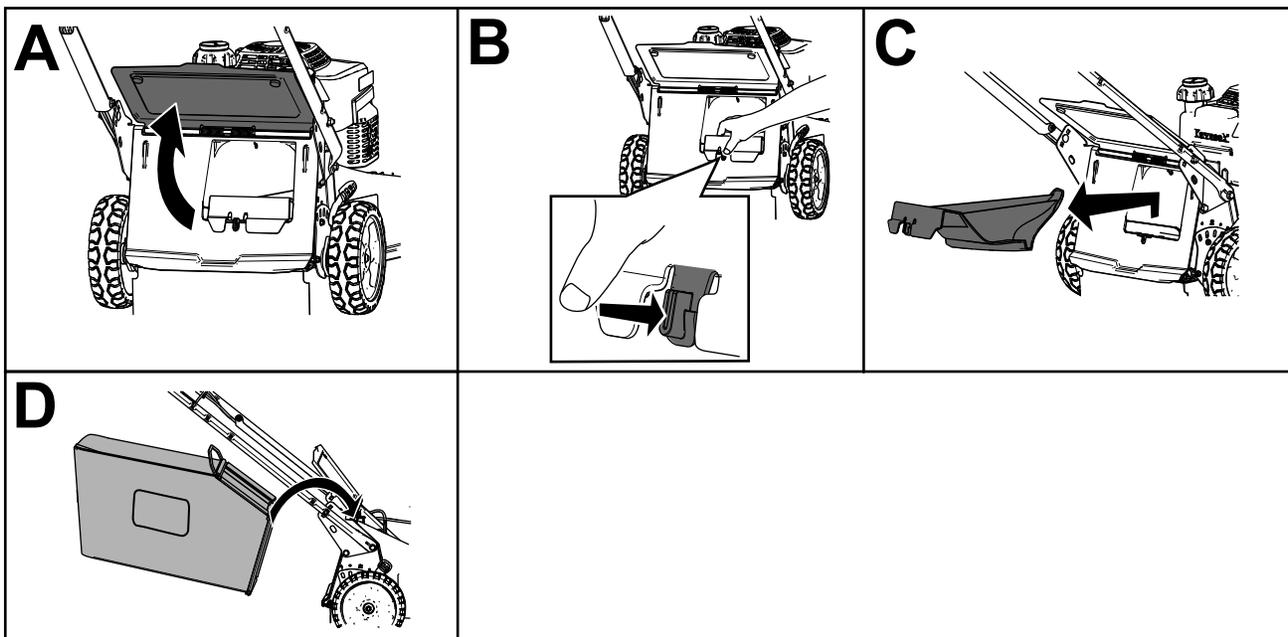

Рисунок 21
2. Поднимите и удерживайте в поднятом положении задний дефлектор (вид А на Рисунок 21).
3. Снимите заднюю выпускную заглушку, нажав на фиксатор большим пальцем и вытянув заглушку из машины (виды В и С на Рисунок 21).
4. Вставьте концы штанги травосборника в выемки в основании рукоятки и покачиванием травосборника из стороны в сторону убедитесь в том, что концы штанги находятся в нижней части обеих выемок (вид D на Рисунок 21).